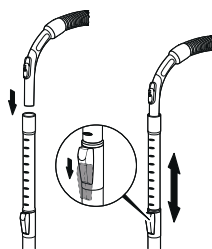

рис. 2
- Отрегулируйте на телескопической трубке удобную длину (рис. 2)